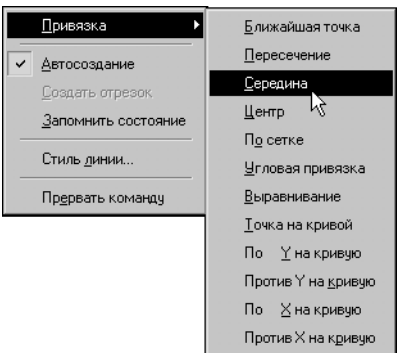

Рис. 27.2. Активизация привязки **Середина**
- 4.2. Активизируйте локальную привязку **Середина** (рис. 27.2).